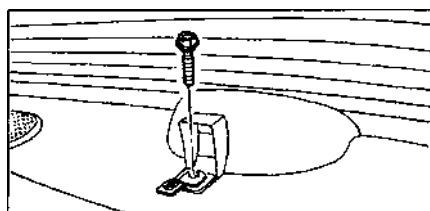

Рис. 9.14.
- Выкрутить болты и снять крепление детского сидения (рис. 9.14).